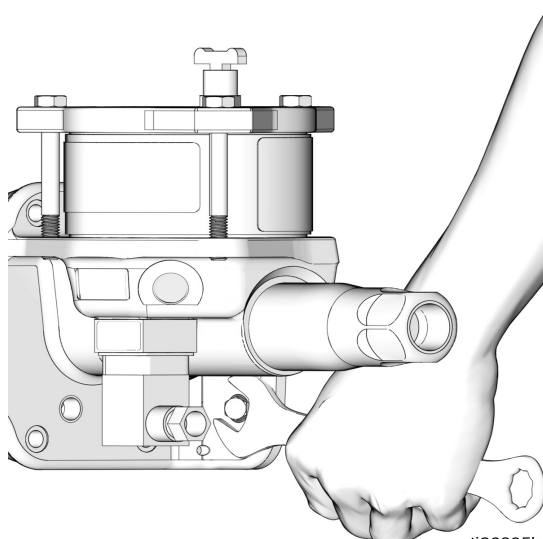

Рис. 14
7. Открутите монтажные болты (Рис. 14) и снимите насос с его рабочего места.